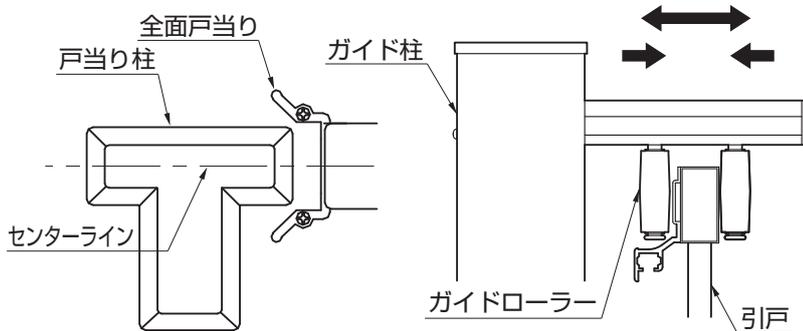
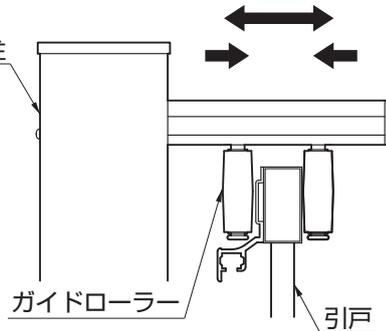

図7-3
図7-4
ずれていたら、ガイドローラーを調整してセンターラインを合わせてください。(図7-3、図7-4参照)
- ガイドローラーの間隔は、引戸上枠へ軽く接触するくらいまで狭めてください。(図7-4参照)